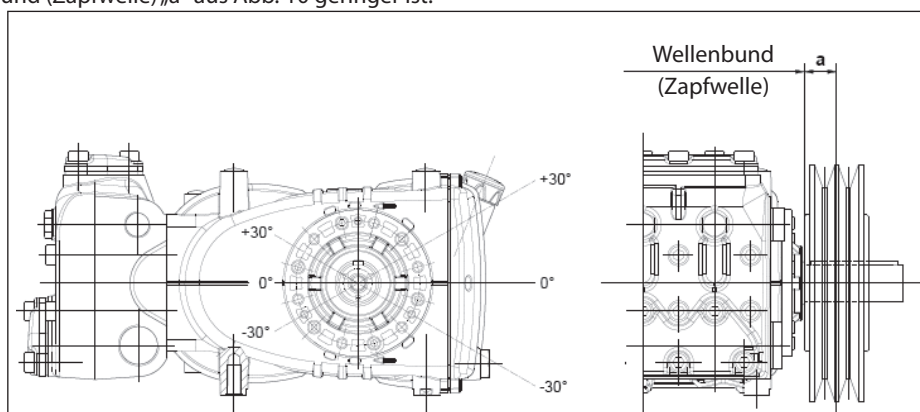

Abb. 10
Die radiale Belastung der Welle darf 3000 N (für die Definition der Anordnung erforderlicher Wert) nicht übersteigen. Der Antrieb gilt als richtig bemessen, wenn die Belastung bei einem maximalen Abstand  $a=30$  mm vom Wellenbund (Zapfwelle) angewandt wird, siehe Abb. 10.
- b) Verwenden Sie Hochleistungsriemen - zum Beispiel **XPB** statt **SPB** - da hierbei weniger Riemen bei gleicher Leistungsübertragung benötigt werden und der Abstand zum Wellenbund (Zapfwelle) „a“ aus Abb. 10 geringer ist.
- e) Folgen Sie der Spannungsrichtung des Riemen lt. Angaben in Abb. 10. Wenden Sie sich bei anderen Anforderungen an die **technische Abteilung** oder den **Kundendienst**.